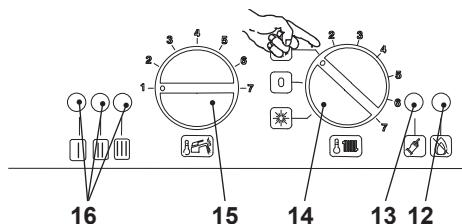
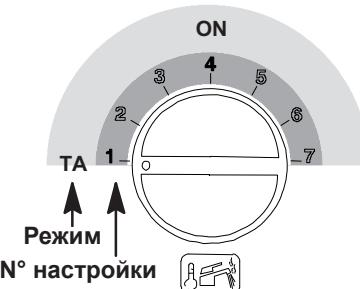
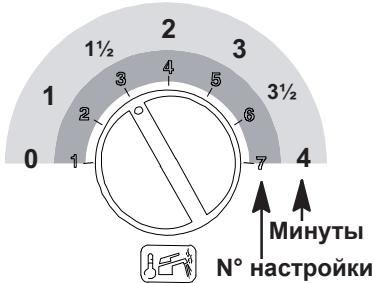

рисунок 5.26
рисунок 5.28
рисунок 5.32
- Подайте электрическое питание к котлу, включив биполярный выключатель, предусмотренный в установке; сигнальная лампочка 16 (рисунок 5.26) мигает каждые 2 секунды
- Держите в нажатом положении кнопку сброса 13 (рисунок 5.26) в течение 10 секунд, лампочка блокировки 12 (рисунок 5.26) начнёт мигать.
- Для настройки режима насоса сигнальные лампочки 16 (рисунок 5.26) должны иметь вид, как показано на
- Если данная последовательность не будет показана, нажмайте на кнопку сброса 13 (рисунок 5.26) до тех пор, пока не будет выполнен показ (3 раза).
Для показа заданной настройки держите в нажатом положении кнопку сброса 13 (рисунок 5.26), примерно, 5 секунд. Сигнальные лампочки 16 (рисунок 5.26) будут мигать столько раз, сколько было установлено
- Для изменения настройки поверните ручку регулировки температуры санитарного оборудования 15 (рисунок 5.26) и поставьте её на выбранный способ (рисунок 5.28) (на рисунке примера ручка была настроена на режим терmostата среды), сигнальная лампочка блокировки 12 (рисунок 5.26) начнёт быстро мигать.
- Для внесения в память настройки держите в нажатом состоянии кнопку сброса 13 (рисунок 5.26), примерно, 5 секунд, все сигнальные лампочки 16 (рисунок 5.26) начнут одновременно мигать, как показано на рис. 5.28.
- Для настройки времени постциркуляции насоса сигнальные лампочки 16 (рисунок 5.26) должны иметь вид, как показано на рисунке 5.31.
- Если данная последовательность не будет показана, нажмайте на кнопку сброса 13 (рисунок 5.26) до тех пор, пока не будет выполнен показ (1 раз).
5.26) и поставьте её на выбранное время (рисунок 5.32) (на рисунке примера ручка была настроена на постциркуляцию в 1 минуту), сигнальная лампочка блокировки 12 (рисунок 5.26) начнёт быстро мигать.